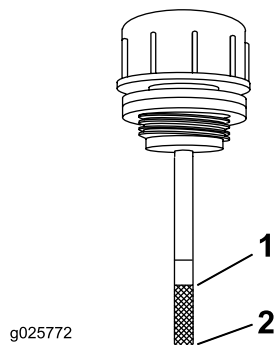

Figura 68
6. Pulite attorno all'asta di livello del serbatoio dell'impianto idraulico (Figura 68).
7. Togliete l'asta di livello dal serbatoio idraulico (Figura 68).
9. Togliete l'asta e controllate l'estremità (Figura 68). Se il livello del fluido è alla tacca di aggiunta, versate lentamente del fluido nel serbatoio idraulico per portare il livello alla linea di pieno.